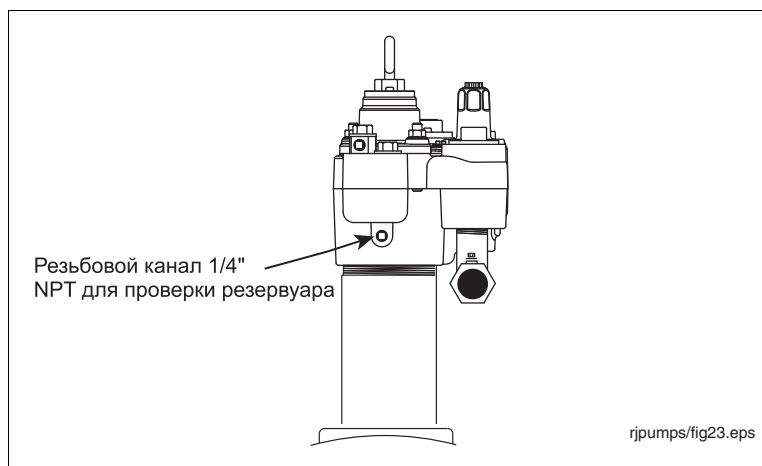

Рис. 25. Канал проверки резервуара на манифольде
2. Выверните и отложите резьбовую заглушку 1/4" NPT для канала проверки резервуара и присоедините соответствующее контрольное оборудование (см. рис. 25).